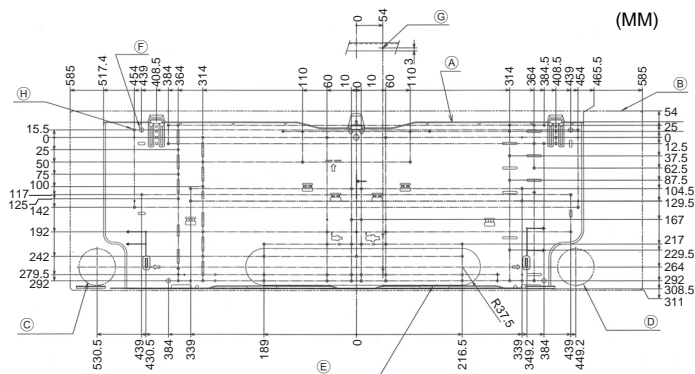

Рис. 3-2
■ PKFY-P-VKM-E (Рис. 3-2)
- A Монтажная плата ①